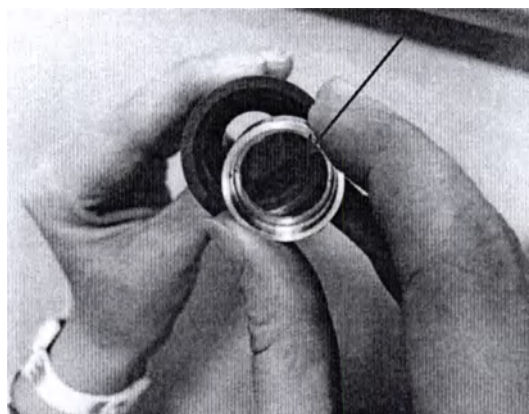

Рис. 5.6 – Защитное окно манипулы
5.3.1.7 Извлеките защитное окно, очистите его (см. Приложение А) и вставьте обратно (рис. 5.6). Рекомендуется производить очистку защитного окна по мере загрязнения.